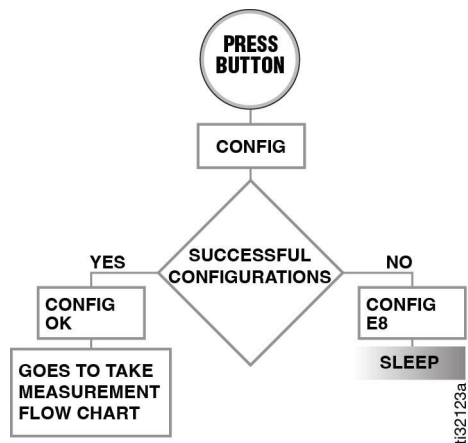

FIG. 4
1. Pulse de nuevo el botón Display (A) para configurar el TLM con un nuevo perfil.
2. Una vez configurado el TLM con el nuevo perfil, en la pantalla aparecerá CONFIG OK, como se muestra en la FIG. 4, página 6.
Si el TLM no se ha configurado con un nuevo perfil mediante el software de Pulse, aparecerá el mensaje de error CONFIG E8 (paso 2, FIG. 4).